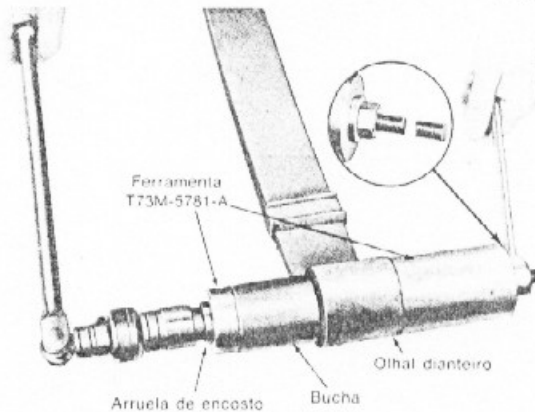

fig. 3 — instalação da bucha do olhal dianteiro da mola
1. Instalar a bucha com auxílio da ferramenta T73M-5781-A, no olhal dianteiro da mola (fig. 3).